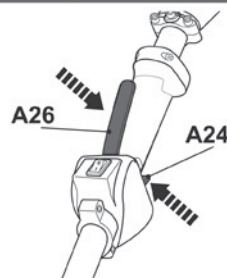

Fig. 41
- > Apriete el bloqueo del acelerador (A26) y el gatillo del acelerador (A24) para hacer funcionar el producto (Fig. 41).